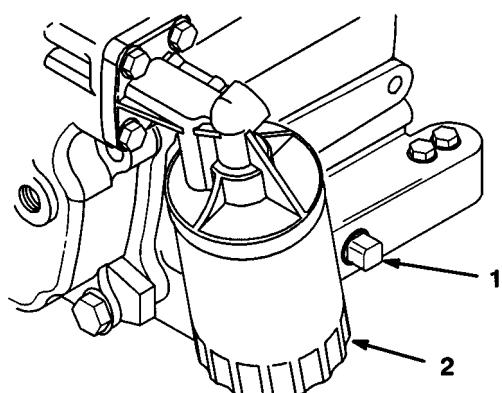

図23
5. ドレンプラグ（図23）を外してオイルが抜けるのを待ち、プラグを元通りに取り付ける。
2. オイルフィルタ（図23）を外し、新しいフィルタのガスケットにオイルを薄く塗る。